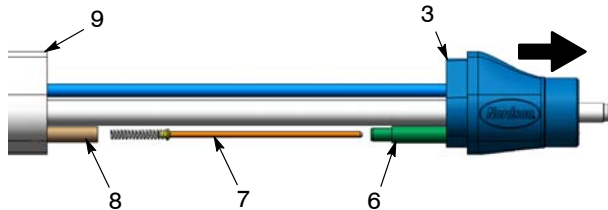

Abb. 25 Widerstand abnehmen – Pistole für Rohrmontage
Pistole für Rohrmontage: Siehe Abbildung 25. Den Adapter (3) vom Gehäuserohr (9) so weit abziehen, dass Zugang zur Kabelführung (8) und zur Widerstandsleitung (6) möglich ist.
1. Siehe Abbildung 25 oder 26. Etwa 0,6 ccm nicht leitendes Fett in die Widerstandsleitung (6) drücken.
4. Pistole für Rohrmontage: Die Kabelführung (8) über das Ende der Widerstandsleitung schieben, dann den Adapter (3) und das Gehäuserohr (9) zusammenschieben.